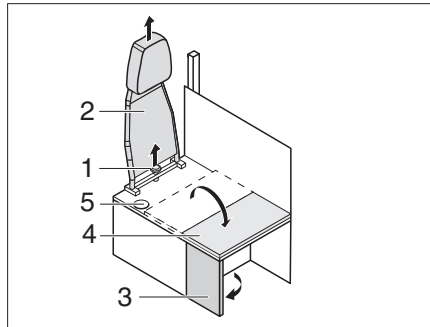

Fig. 199 Transformation conduite-habitation
- Dévisser la vis en étoile (Fig. 199,1) et retirer le dossier (Fig. 199,2) vers le haut.
- Déployer la paroi latérale (Fig. 199,3).
- Rabattre la rallonge de banquette (Fig. 199,4) sur la paroi latérale.
-  ▷ Pour la transformation du mode habitation au mode conduite, répéter ces étapes dans l'ordre inverse. Veiller à ce que la ceinture de sécurité passe par l'ouverture (Fig. 199,5).